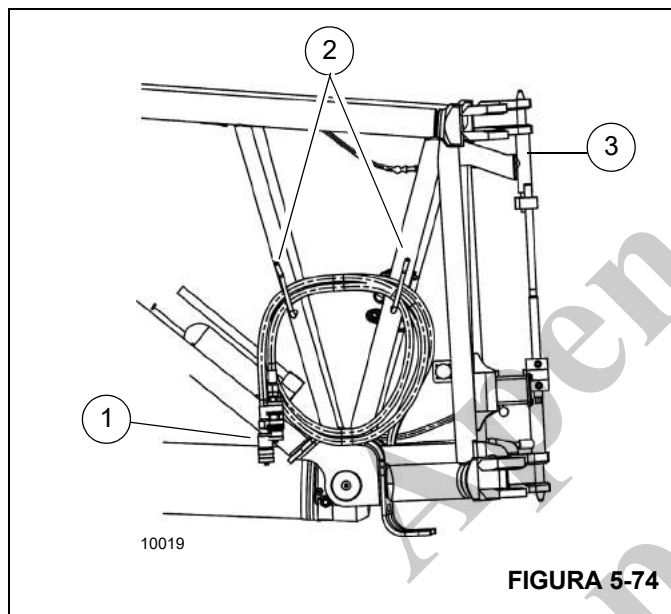
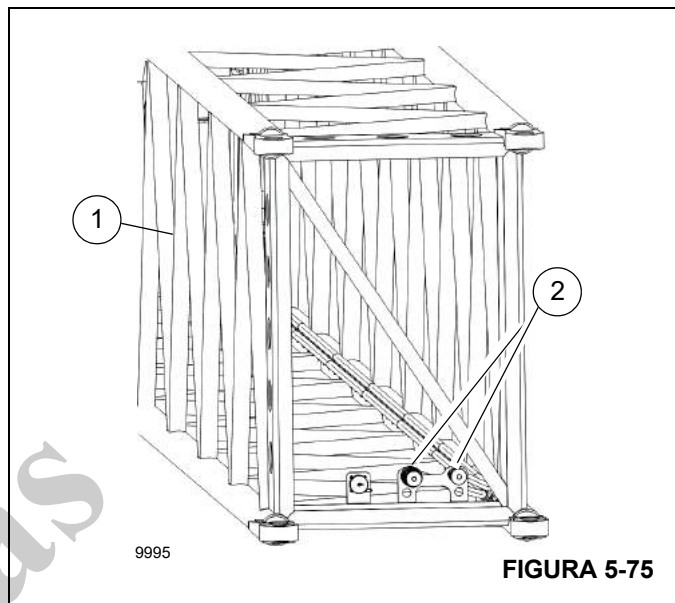

FIGURA 5-74
FIGURA 5-75
1. Remova as mangueiras longas (1, Figura 5-74) dos suportes (2) na extensão da lança (3).
2. Remova as tampas de proteção das mangueiras (1).
3. Guie as mangueiras (1, Figura 5-74) para a dianteira do inserto da treliça (1, Figura 5-75).
4. Remova as tampas de proteção dos conectores de mangueira hidráulica (2) no inserto da treliça (1).
5. Conecte as mangueiras da extensão da lança (1, Figura 5-74) às mangueiras hidráulicas no inserto da treliça (2, Figura 5-75).
1. Desconecte as mangueiras da extensão da lança (1, Figura 5-74) dos conectores hidráulicos (2, Figura 5-75) no inserto da treliça (1).
3. Prenda as mangueiras da extensão da lança (1, Figura 5-74) nos ganchos (2) na extensão da lança (3).